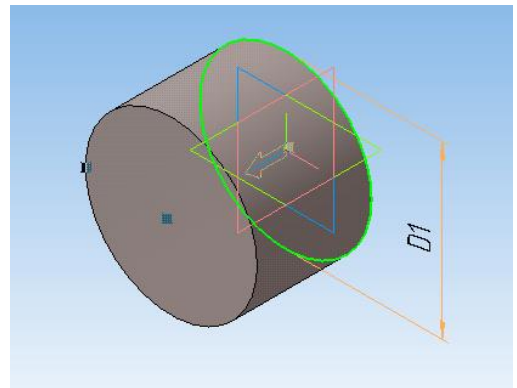

Рисунок 27
2. Перейдите в *Эскиз*. Создайте окружность диаметром **D1** согласно вашему варианту и зафиксируйте в центре осей координат (рисунок 27).